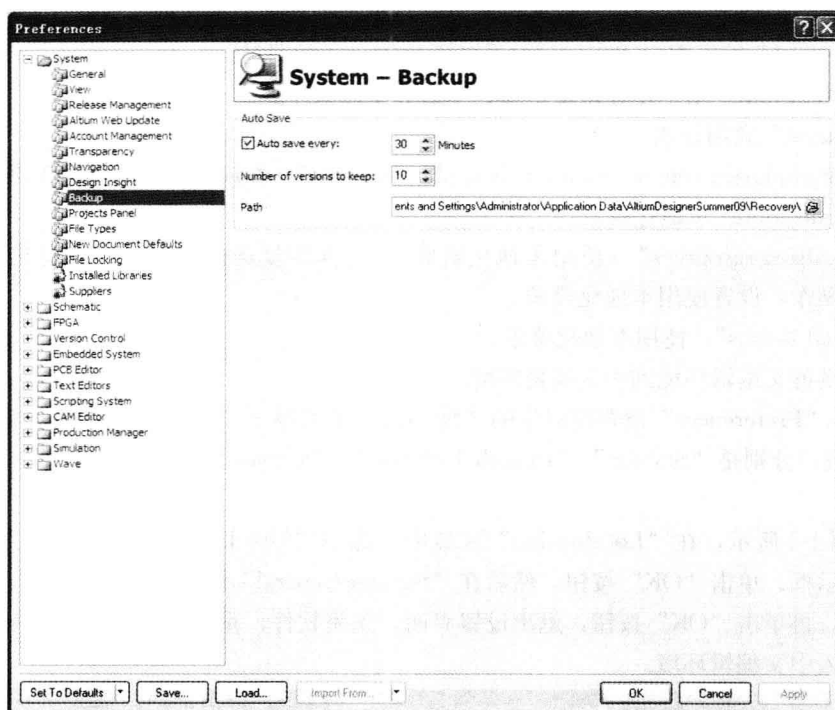

图 1-6 系统备份设置
(3) 系统备份设置。单击“Preferences”设置窗口中的“System”子菜单下“Backup”命令,弹出图1-6所示的对话框。